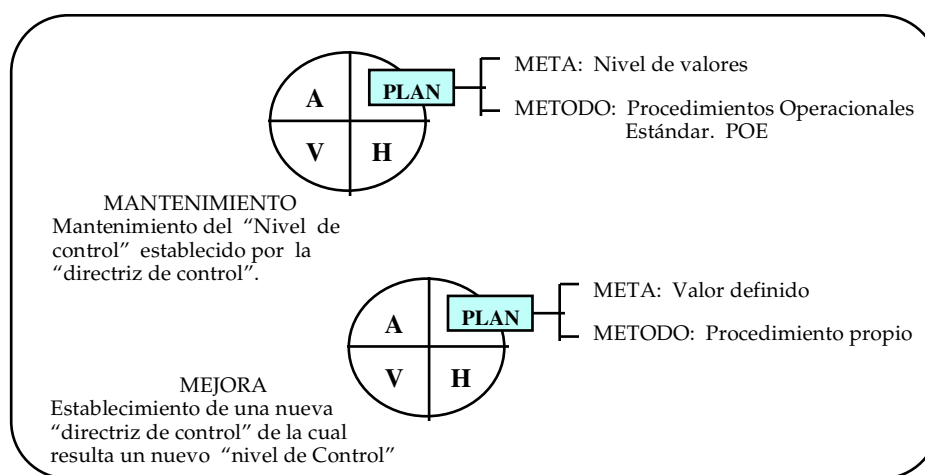
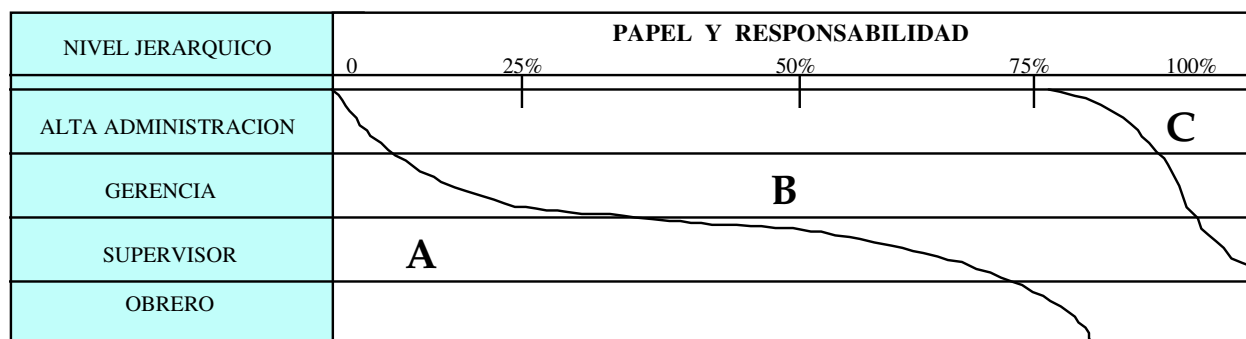

Figura 2. Utilización del ciclo PHVA para mantenimiento y mejora de la directriz de control del proceso.
Figura 3 Distribución de los trabajos de mantenimiento, mejoramiento y desarrollo en la estructura jerárquica de la Toyota, según Itoh.
El ciclo PHVA es utilizado para el mantenimiento del nivel de control (Cumplimiento de las directrices de control. Ver figura 2), cuando el proceso es repetitivo y el plan (P) consta de una meta, que es una faja aceptable de valores y de un método que comprende los “procedimientos Operacionales de Estándar POE”. Por lo tanto, el trabajo que se ejecuta a través del ciclo PHVA en el Mantenimiento consiste, esencialmente, en el cumplimiento de procedimientos Operacionales de Estándar POE. Los indicadores de resultado, en este caso, son fajas de valores-estándar como, por ejemplo: calidad-estándar, costo-estándar, plazo-estándar, cantidad-estándar, etc.
El ciclo PHVA también se utiliza para el mejoramiento del nivel de control (o mejoramiento de la “directriz de control”. - (ver figura 2). En este caso, el proceso no es repetitivo y el plan consta de una meta que es un valor definido (por ejemplo: reducir en un 50% el índice de piezas defectuosas) y de un método que comprende aquellos procedimientos propios, necesarios para alcanzar la meta. Esta meta es el nuevo “nivel de control” que se pretende.
Todos los integrantes de la empresa (directores, gerentes, técnicos y auxiliares) utilizan el ciclo PHVA de las dos maneras que se indican en la figura 2, pero los auxiliares utilizan más intensamente el ciclo PHVA en el Mantenimiento, pues su trabajo consiste, esencialmente, en el cumplimiento de los estándares. Los auxiliares utilizan el ciclo PHVA en las Mejoras cuando participan de los Círculos de Control de la Calidad (CCC). A medida que se asciende en la jerarquía, el ciclo PHVA se utiliza cada vez más en las mejoras, como lo demuestra la figura 3. Esto significa que la gran función de las instancias de decisión es establecer nuevos niveles de control que garanticen la supervivencia de la empresa. Es establecer nuevas “directrices de control”.
Todas las personas de la empresa, desde el presidente hasta los auxiliares, cumplen con los estándares y por lo tanto, utilizan el PHVA en el “ciclo de mantenimiento”. Sin embargo, tal como se demostró en la figura 3, son los auxiliares los que ocupan una gran parte de su tiempo